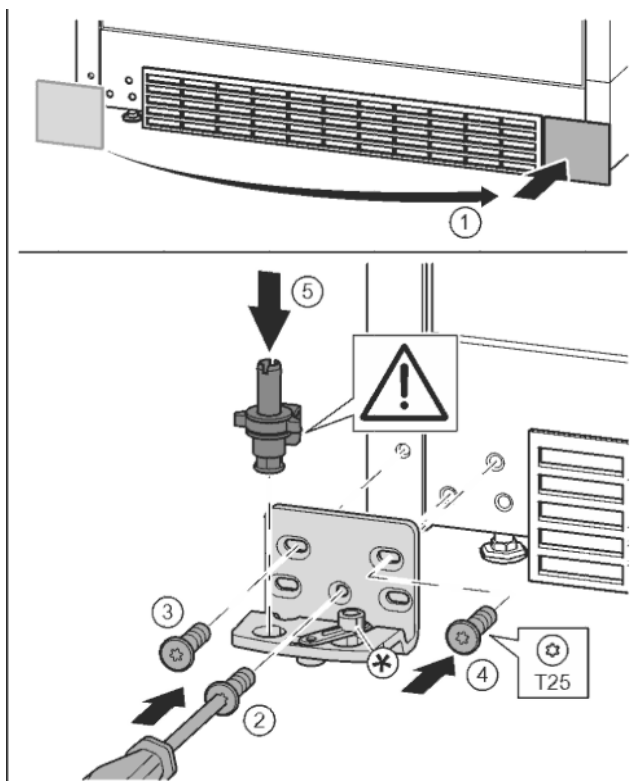

Fig. 16
- Enlever le cache et le mettre de l'autre côté. Fig. 16 (1)
- Poser le support de palier de l'autre côté et le visser à l'aide d'un tournevis T25. Commencer par la vis 2 en bas au milieu. Fig. 16 (2)
- Visser les vis 3 et 4. Fig. 16 (3, 4)
- Mettre en place l'axe de palier complet. Veiller à ce que l'ergot d'enclenchement soit orienté en arrière. Fig. 16 (5)